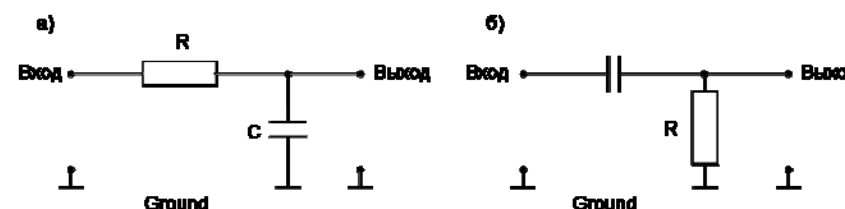

Рис. 12. Фильтры низких частот (ФНЧ) – (а) и высоких частот (ФВЧ) – (б)
1. На макетной панели собрать схему, которую вы собираетесь изучать (см. рис. 12).